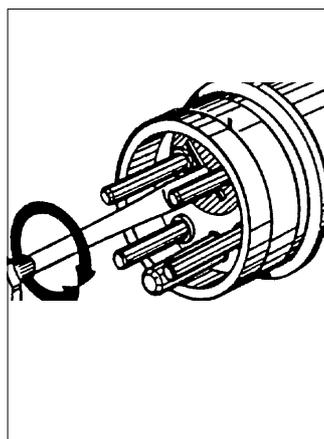

Fig. 1.4
• Verifique o funcionamento do guincho TIRAK e assegure-se que o motor está na posição correcta. Premindo o botão de descida, o cabo de aço deve sair do guincho. Se isto não acontecer, utilizando uma chave de fendas apropriada, inverta as 2 fases na ficha tipo CE (Fig. 1.4).